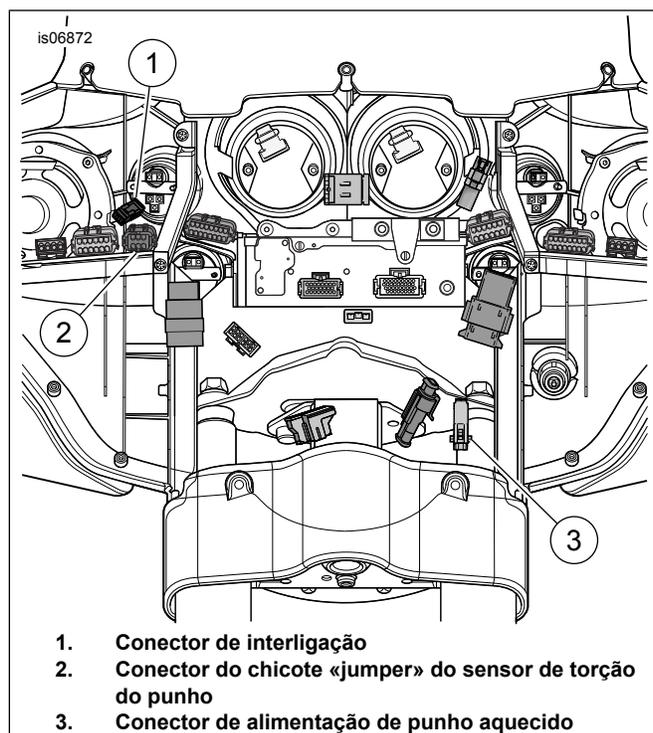

Figura 6. Cablagem da Carenagem (Modelos FLH)
2. Ver a Figura 6. Ligue a metade do conector de alimentação do punho esquerdo ao conector de alimentação do punho (3).
Ver a Figura 6. O conector de alimentação do punho (3) tem uma tampa que deve ser removida antes de se fazer a ligação à cablagem do veículo.
3. Ligar (1) ao conector do punho do lado esquerdo.
- c. Ligar o conector do chicote principal TGS do chicote «jumpers» ao conector (2).
5. Ligar a metade do conector do punho aquecido do punho esquerdo ao conector de interligação do punho aquecido do lado direito (1).